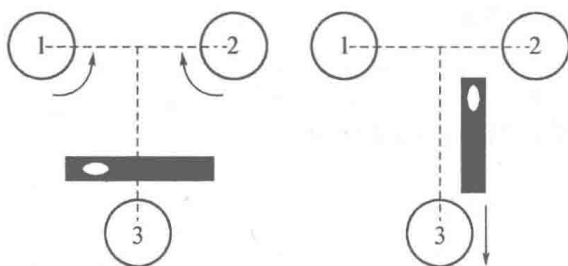

图 2-6 用脚螺旋精平
- (1) 用三脚架或脚螺旋使光学对中器分划板上的圆心或十字丝交点对准测点。
- (2) 用三脚架腿的伸缩部分调节三脚架腿的长度,使仪器基本水平(即圆水准器气泡居中)。
- (3) 用脚螺旋使经纬仪精确整平(长水准管在任意一个方向都居中,调整方法见图2-6)。
- (4) 在架头上平移仪器,使仪器精确对中。
(5) 重复第 3、4 步,达到精确对中和整平。